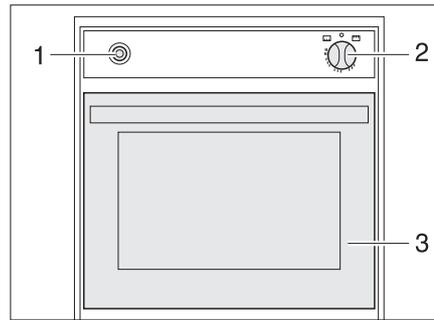

Bild 140 Gasbackofen
- Backofenklappe (Bild 140,3) ganz öffnen.
- Drehregler (Bild 140,2) leicht drücken und auf "🔥" (Backofen) oder "GRILL" (Grill) stellen.
- Drehregler (Bild 140,2) drücken und 5 bis 10 Sekunden lang gedrückt halten. Es strömt Gas zum Brenner.
- Zündschalter (Bild 140,1) so oft drücken, bis die Flamme brennt.
- Drehregler (Bild 140,2) auf "0" drehen. Die Flamme erlischt.